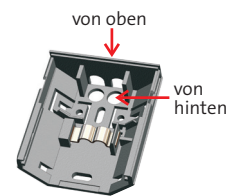

Abb. 2 Kabeleinführung
- Die vorgesehenen Einführungsstellen für Kabel mit Schraubendreher in der Silikonichtung durchstechen, Abb. 2.